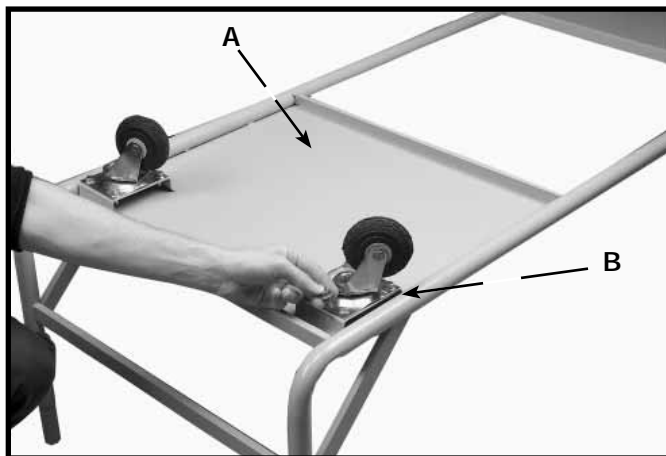

Fig. 1F
1. Invierta la base (A), como se muestra en la Fig. 1F.
2. Alinee los orificios del conjunto de las ruedas (B) con los de las placas de la base. Coloque una arandela plana pequeña de 8 mm (5/16") sobre un tornillo de cabeza hexagonal de 8 mm x 19,1 mm (5/16" x 3/4"). Inserte el tornillo a través del orificio del conjunto de la rueda y enrósquelo en el orificio de la base. Repita la operación para todos los orificios de todas las ruedas.